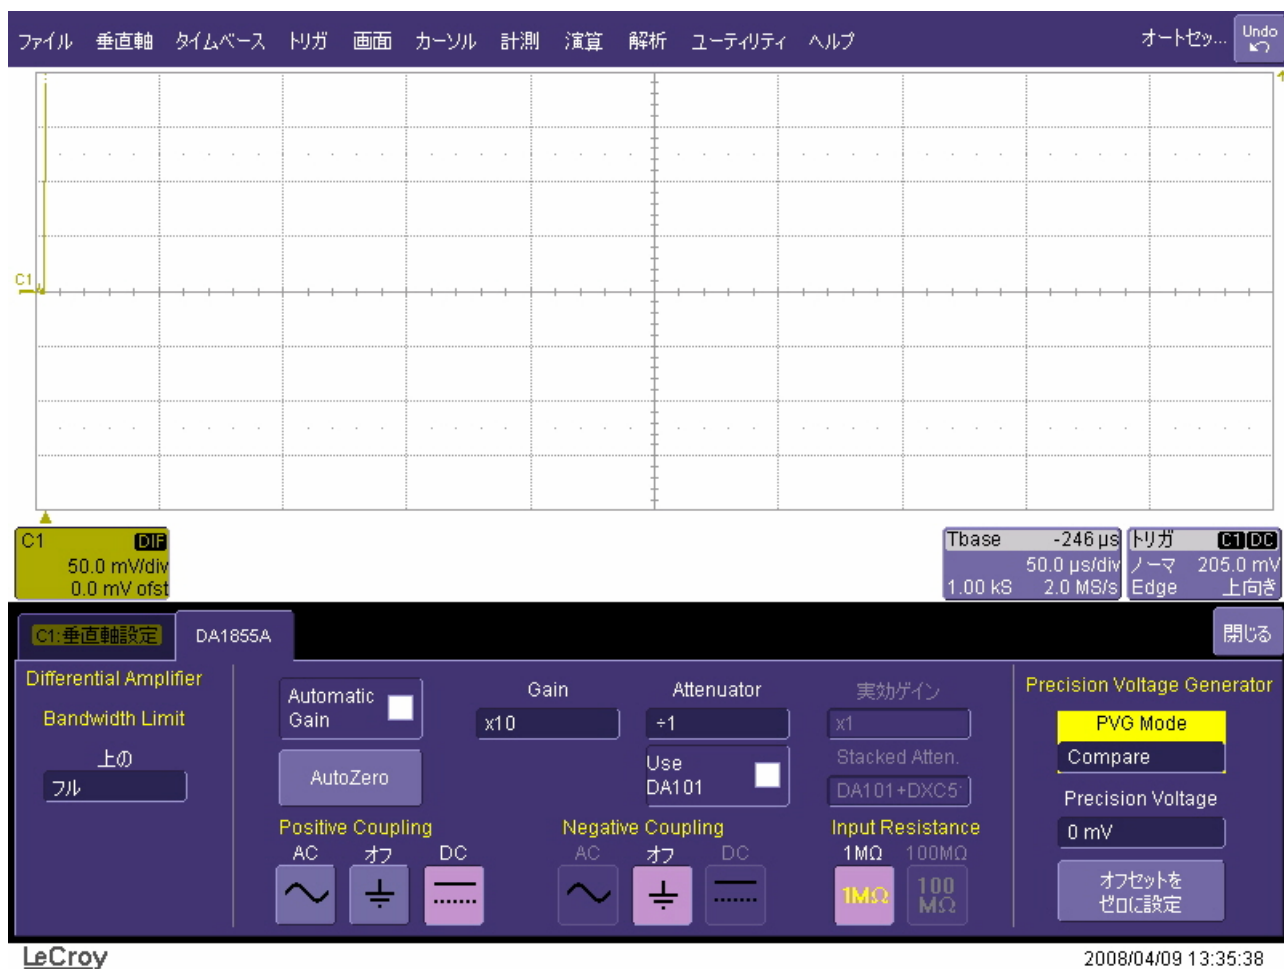

図 3-2 マニュアルモードにおける DA1855A のコントロールメニュー
**Automatic Gain OFF** を選択すると、DA1855A 側で設定されているゲインと減衰率が変わらないように、オシロスコープ側の Volts/div ノブの可変範囲が制限されます。従って、**Automatic Gain OFF** モードでは Volts/div のみが変わります。このモードを選択すると、DA1855A のゲインと減衰率を表示する専用のボックスが、オシロスコープ上のメニューに表示されます（図 3-2 参照）。図 3-2 の右下にある **Attenuator** ボックスに表示される減衰率は、外部にどのようなプローブを接続したとしても、 $\div 10$  もしくは  $\div 1$  です。